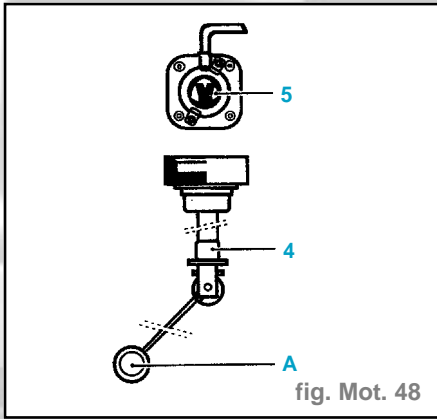

fig. Mot. 48
- Elle est constituée (fig. Mot. 48) :
- d'un plongeur (4) lié à un flotteur (A) ; cette partie est immergée dans le réservoir (son positionnement est repéré par un "**top**")
- d'un potentiomètre (5) fixé sur le plongeur : sa plage de résistance va de **0 à 700** (pour déposer le potentiomètre, dévisser simplement ses deux vis de fixation), dévisser simplement ses deux vis de fixation)